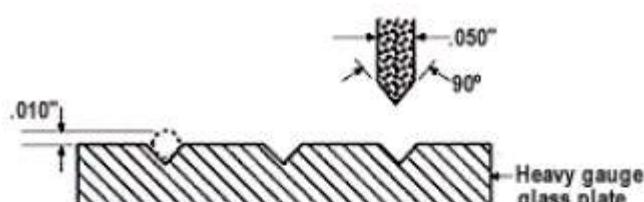

図 36
- ・ホルダーには厚手のガラス板を使用し、90°の V 形状に研磨した Micro-Swiss の .050" 厚のレジノイドブレードを使用して、多数の V 溝をガラス板にダイシングしました。V 溝の深さはファイバーを V 溝に取り付けると、ファイバーの上部がプレート表面から約 .010 " 上になるように計算されます(図 36)。